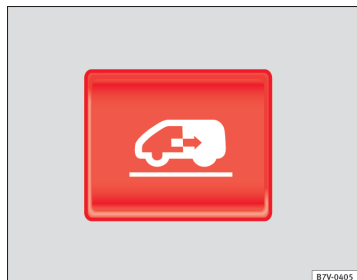

Fig. 50 I instrumentpanelet, i bilnøglen og på den indvendige beklædning foran skydedøren: knap til åbning og lukning af elektrisk skydedør
Åbning af elektrisk skydedør	Tryk på knappen ⇒ Fig. 50 i instrumentpanelet, i bilnøglen eller på den indvendige beklædning foran skydedøren. Skydedøren åbner med kraftbegrænsning, så længe du ikke trykker på knappen igen. Træk et kort øjeblik i det indvendige eller udvendige dørhåndtag. Skydedøren åbner automatisk.
Elektrisk lukning af skydedør	Tryk på knappen ⇒ Fig. 50 i instrumentpanelet, i bilnøglen eller på den indvendige beklædning foran skydedøren. Skydedøren lukker med kraftbegrænsning, så længe du ikke trykker på knappen igen. Under lukningen lyder der advarselssignaler. Træk et kort øjeblik i det indvendige eller udvendige dørhåndtag. Skydedøren lukkes med kraftbegrænsning. Under lukningen lyder der advarselssignaler.
- Tryk på knappen  ⇒ Fig. 50, og hold den inde. **Skydedøren lukkes med maksimal kraft!**